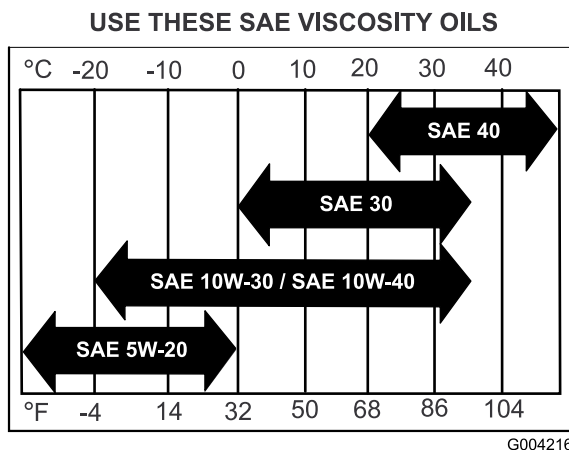

Figura 26
**Viscosidad:** Consulte la siguiente tabla (Figura 26).